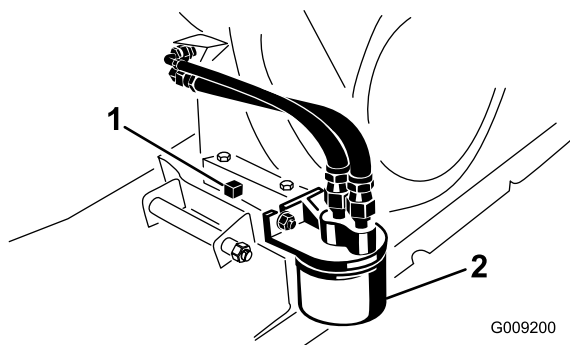

Figure 43
- Placez un bac de vidange de 1,8 litre sous le bouchon de vidange (Figure 43).
- Enlevez le bouchon de vidange et le joint (Figure 43).
- Déposez le filtre à huile (Figure 43).
- Vissez le filtre neuf sur l'adaptateur jusqu'à ce que le joint touche la plaque de montage, puis serrez-le de 1/2 à 3/4 de tour supplémentaire (Figure 43).